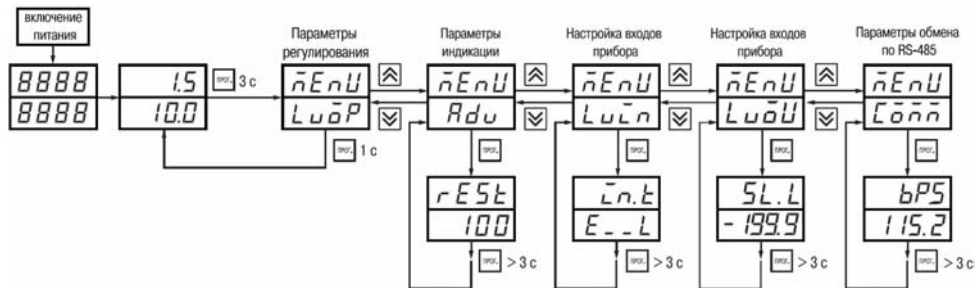

Рисунок 7.1
7.1.2 Основные параметры прибора TPM201 объединены в 5 групп: *LuōP*, *Adu*, *LuĀn*, *LuōU* и *ĀōnĀ*, составляющие меню прибора (рисунок 7.1). Полный список программируемых параметров приведен в приложении Б.